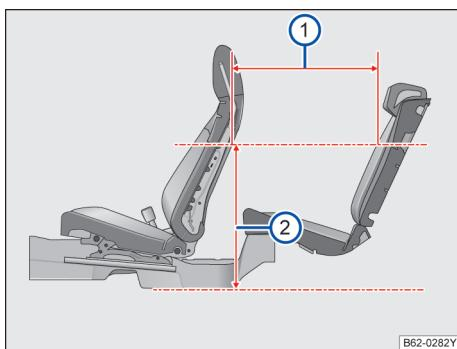

图 65 座间距
当前后排座椅都位于设计位置时, 在距离地板位置 620mm 处→图 65②, 座间距为 706mm →图 65①。